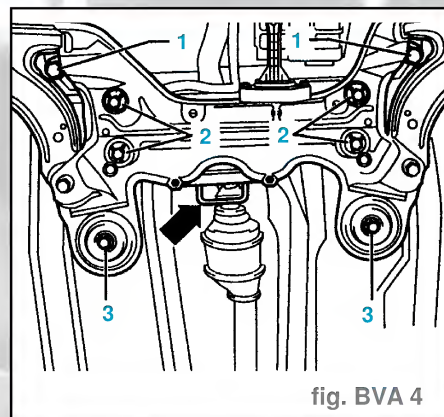

fig. BVA 4
- Dévisser le mécanisme de direction du berceau avant (4 vis -pièces 2-) (fig. BVA 4).